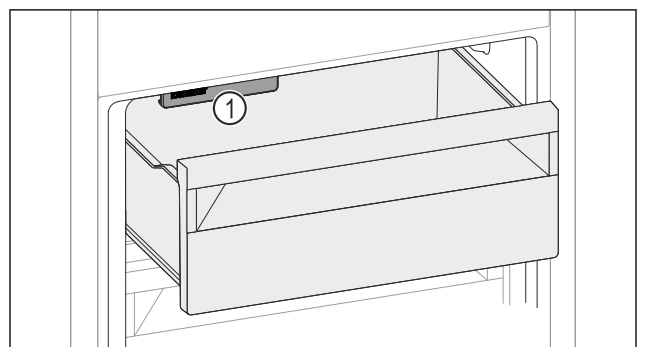

Fig. 142
- ▶ Rekening houden met IceMaker Fig. 142 (1).